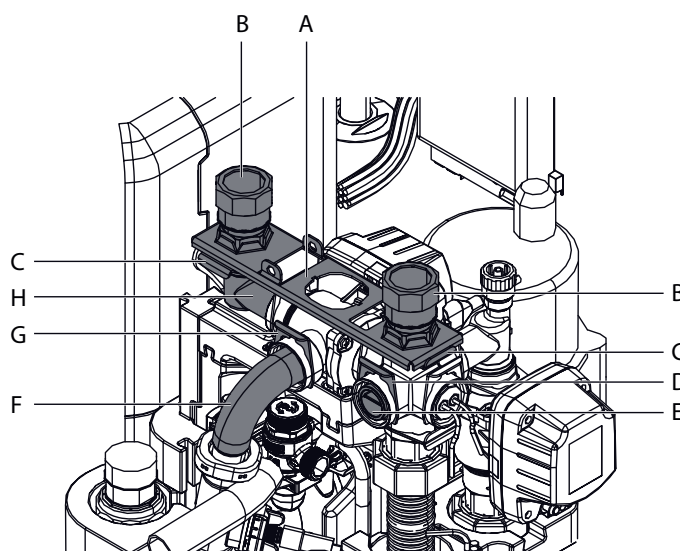
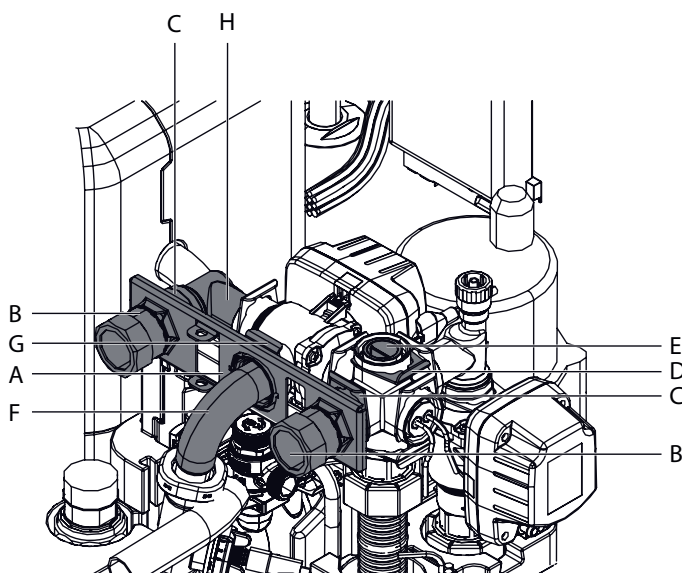

Fig. 4-10 Raccordi della mandata e del ritorno del riscaldamento rivolti verso l'alto
Fig. 4-11 Raccordi della mandata e del ritorno del riscaldamento rivolti verso l'alto
- Estrarre entrambe le staffe a innesto dei connettori (fig. 4-10, pos. C).
- Estrarre entrambi i connettori (fig. 4-10, pos. B).
- Rimuovere la lamiera di sostegno (fig. 4-10, pos. A).
- Estrarre la staffa a innesto del tappo di chiusura (fig. 4-10, pos. D).
- Estrarre il tappo di chiusura (fig. 4-10, pos. E).
- Ruotare all'indietro l'angolare (fig. 4-10, pos. H) di 90°.
- Estrarre la staffa a innesto del collettore (fig. 4-10, pos. G).
- Estrarre cautamente il collettore (fig. 4-10, pos. F) verso il retro dalla sua sede orizzontale, in modo da potervi inserire la lamiera di supporto (fig. 4-11, pos. A) verticalmente.
- Spingere la lamiera di supporto fra il collettore e la sua sede orizzontale e reinserire il collettore (fig. 4-11, pos. F) in sede attraverso il foro centrale della lamiera di supporto.
- Riportare nella sua sede il collettore con staffa a innesto (fig. 4-11, pos. G).
- Inserire entrambi i connettori (fig. 4-11, pos. B) attraverso la lamiera di sostegno nelle sedi laterali.
- Bloccare entrambi i connettori con le staffe a innesto (fig. 4-11, pos. C) nelle relative sedi.
- Inserire i tappi di chiusura (fig. 4-11, pos. E) nella sede superiore.
- Bloccare i tappi di chiusura con le staffe a innesto (fig. 4-11, pos. D).